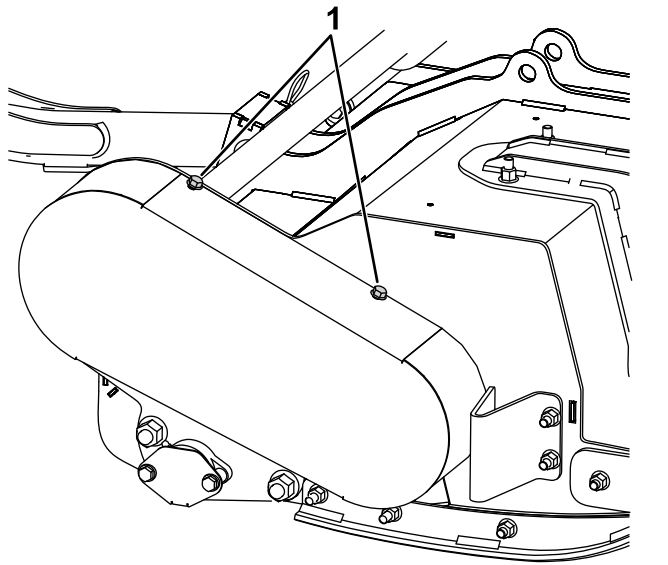

Figura 26
2. Allentate i 4 bulloni prigionieri che fissano la parte superiore e inferiore del copricinghia alla macchina (Figura 26).
9. Montate il copricinghia (Figura 26).
2. Togliete il copricinghia (Figura 26).